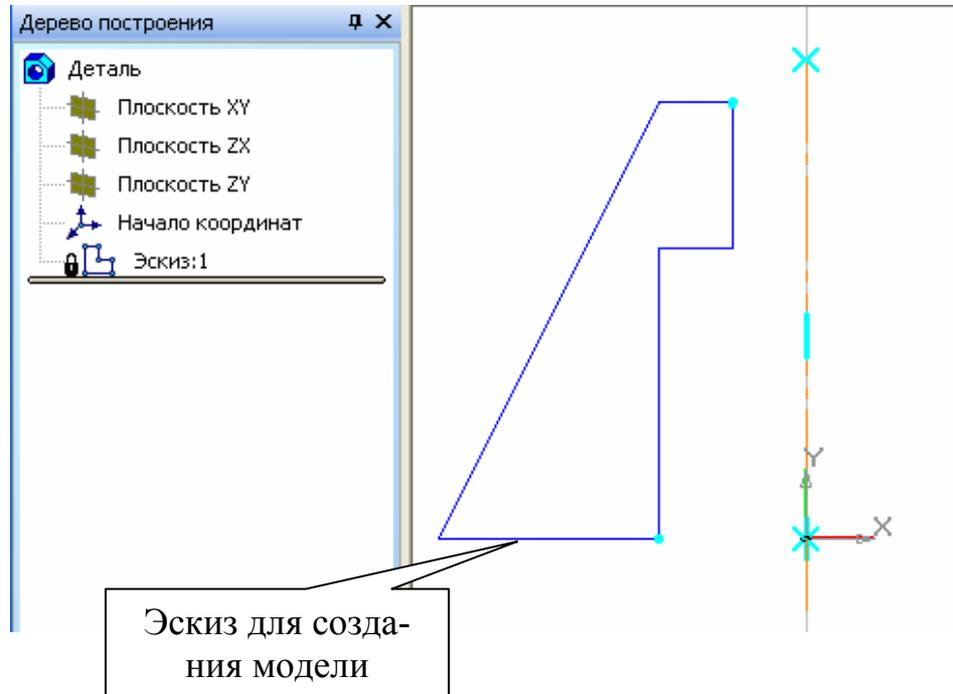

Рисунок 41
1. Создаем эскиз в плоскости XU , который содержит ось и образующий контур. Ось вращения **обязательно** должна проводиться стилем штрихпунктирная линия. Длина оси значения не имеет — это вспомогательная линия. (Рисунок 41.)